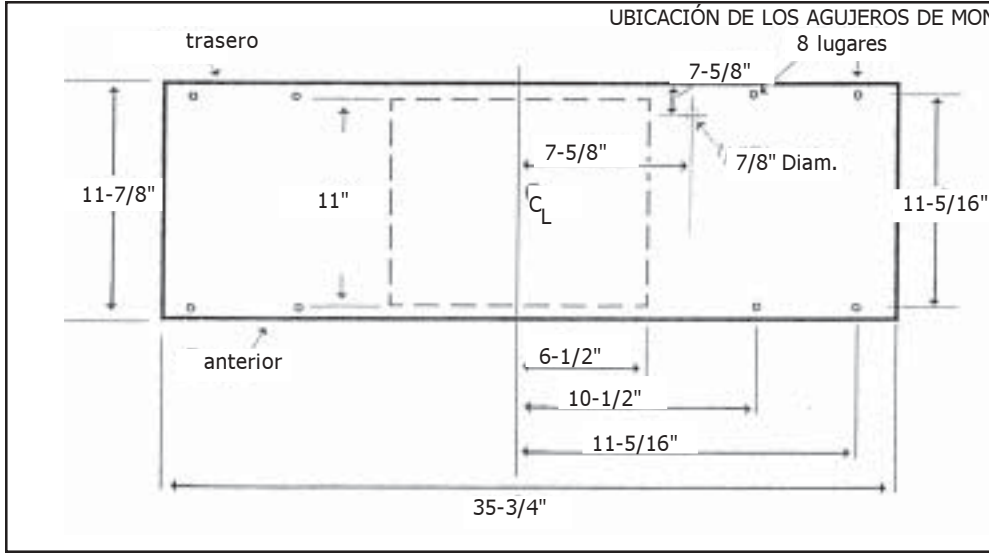

FIGURA 2
2. Prepare el gabinete o soffito taladrando agujeros para montar las cajas para filtro. La Figura 2 y la Figura 3 muestran la vista desde arriba del VCH36 y VCH54 respectivamente. Cada figura muestra la ubicación de los agujeros de montaje, el tamaño general de la placa de montaje de la caja para filtro y el espacio libre requerido para la transición. vea la Figura 4 para el espacio libre que se requiere para la instalación de la transición PLENUM en el VCH54.